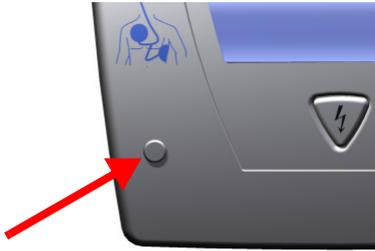

Fig. 3.3 Voyant de contrôle vert éteint
Lorsque la capacité de la pile/batterie atteint le seuil «faible» pendant l'utilisation de l'appareil, le voyant de contrôle vert s'éteint (voir Fig. 3.3), le symbole  clignote à l'écran (voir Fig. 3.4), et un signal sonore retentit.
- Si une pile/batterie dont la capacité est détectée faible à l'insertion dans l'appareil, un signal sonore se retentit jusqu'au remplacement de la pile et le voyant de contrôle reste éteint (voir Fig. 3.3).
- Lorsque la pile/batterie est détectée vide, le voyant de contrôle est éteint (voir Fig. 3.3 page 27) et le signal sonore retentit jusqu'au remplacement de la pile.